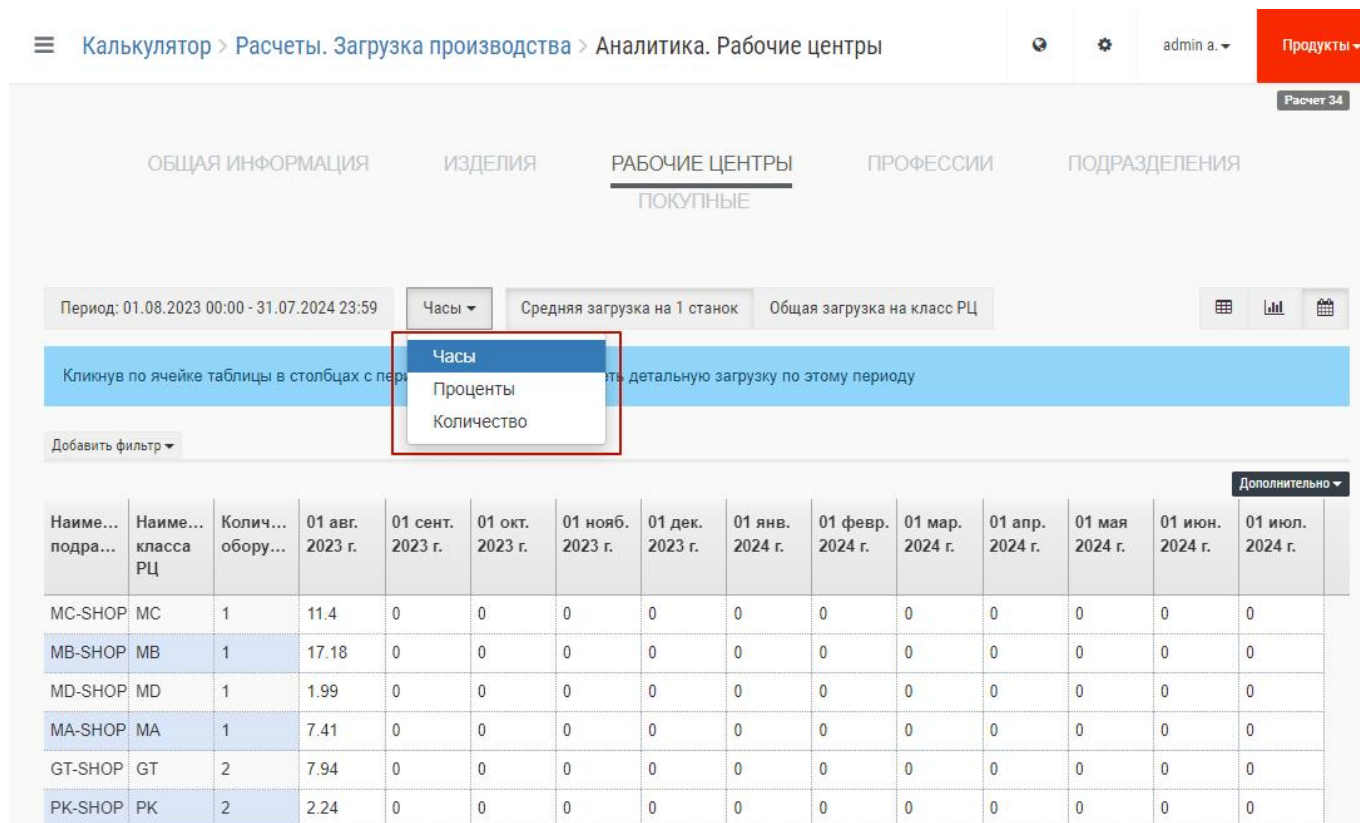

Рис. 81 – Загрузка оборудования по периодам
- в табличном виде, но загрузка показывается по периодам, которые можно выбрать неделя, месяц, день (приведена на Рис. 81). В этом виде доступно также выбрать три варианта представления данных: в станко-часах, в процентах от ФРВ периода и в количестве необходимого для выполнения плана оборудования без перегруза (при расчетной загрузке оборудования).